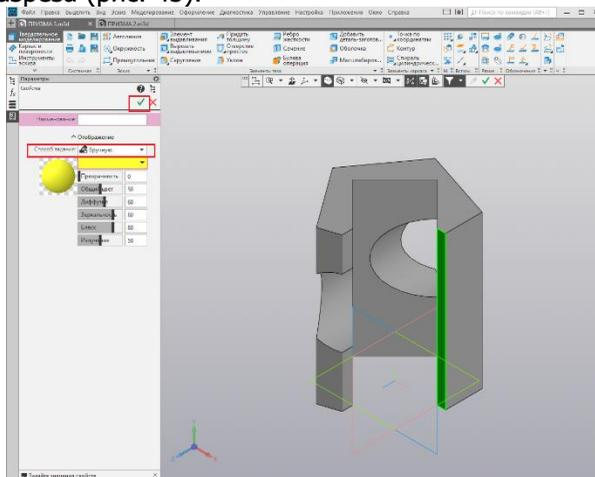

Рис. 43.
5. Измените цвет, выбрав Назначить цвет Вручную и указав на палитре цвет. Нажмите Создать объект и щелкните мышью на поле построения модели. Выполните эти действия для каждой грани разреза (рис. 43).